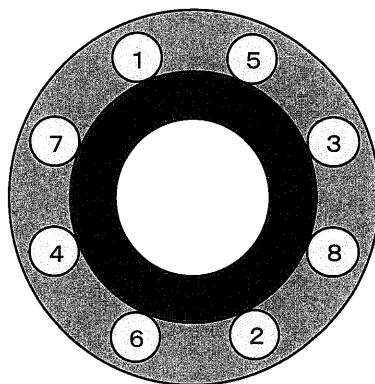

図6 8本ボルトの締付順序事例
①ボルトの材質、サイズが正しいかどうか確認してください。
②ボルト及びナットのネジ部、ワッシャには潤滑剤を薄く塗布してください。
③ガスケットに必要な締付面圧からボルトに必要な締付トルクを算出してください。
④ボルトの締付けは、対角位置を順番に締め付けてください。(図6参照)